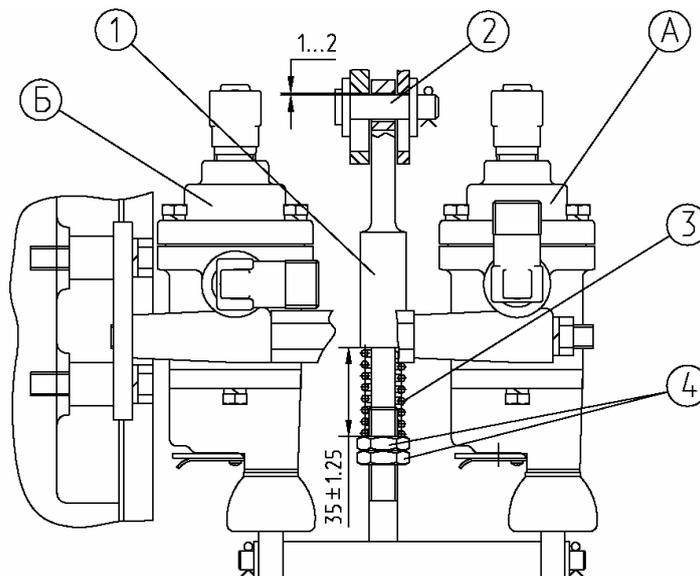

Рисунок 2.6 – Проверка и регулировка привода однопроводного и двухпроводного тормозных кранов пневмосистемы и их привода
Проверка привода однопроводного тормозного крана «А» (рисунок 2.6) осуществляется в следующем порядке:
4. Проверьте наличие зазора 1...2 мм между пальцем 2 (рисунок 2.6) и верхними кромками пазов в рычагах. Если зазора нет, расшплинтуйте и снимите палец 2 и отрегулируйте длину тяги вращением наконечника 1.
ВНИМАНИЕ: ПРИ ПРАВИЛЬНО ОТРЕГУЛИРОВАННЫХ ТОРМОЗНОМ КРАНЕ «А» (РИСУНОК 2.6) И ЕГО ПРИВОДЕ ДАВЛЕНИЕ ПО МАНОМЕТРУ, ПРИСОЕДИНЕННОМУ К ГОЛОВКЕ СОЕДИНИТЕЛЬНОЙ С ЧЕРНОЙ КРЫШКОЙ ДОЛЖНО УПАСТЬ ДО НУЛЯ ПРИ ПЕРЕМЕЩЕНИИ СБЛОКИРОВАННЫХ ПЕДАЛЕЙ ТОРМОЗОВ НА ПОЛНЫЙ ХОД ИЛИ ПРИ ПОЛНОСТЬЮ ВКЛЮЧЕННОМ СТОЯНОЧНОМ ТОРМОЗЕ.
Проверка привода двухпроводного тормозного крана «Б» (рисунок 2.6) осуществляется в следующем порядке:
4. Проверьте наличие зазора 1...2 мм между пальцем 2 (рисунок 2.6) и верхними кромками пазов в рычагах. Если зазора нет, снимите палец 2 и отрегулируйте длину тяги вращением наконечника 1.
ВНИМАНИЕ: ПРИ ПРАВИЛЬНО ОТРЕГУЛИРОВАННЫХ ТОРМОЗНОМ КРАНЕ «Б» (РИСУНОК 2.6) И ЕГО ПРИВОДЕ ДАВЛЕНИЕ ПО МАНОМЕТРУ, ПРИСОЕДИНЕННОМУ К ГОЛОВКЕ СОЕДИНИТЕЛЬНОЙ (С ЖЕЛТОЙ КРЫШКОЙ) МАГИСТРАЛИ УПРАВЛЕНИЯ ДОЛЖНО БЫТЬ РАВНЫМ НУЛЮ ПРИ НЕНАЖАТЫХ СБЛОКИРОВАННЫХ ПЕДАЛЯХ РАБОЧИХ ТОРМОЗОВ И ПОЛНОСТЬЮ ВЫКЛЮЧЕННОМ СТОЯНОЧНОМ ТОРМОЗЕ.